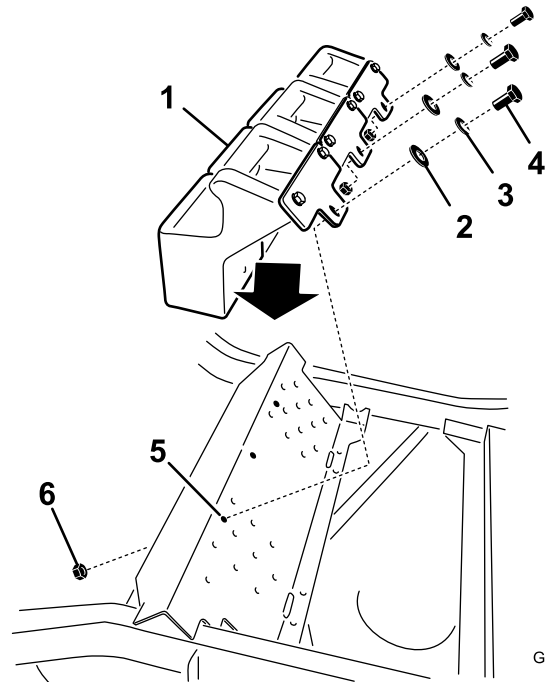

Figure 36
5. Installez les masses avant sur le repose-pied (Figure 36).
rondelles-freins ($\frac{3}{8}$ "), 3 écrous à embase ($\frac{3}{8}$ ") et 6 rondelles plates ($\frac{3}{8}$ "), comme montré à la Figure 36.